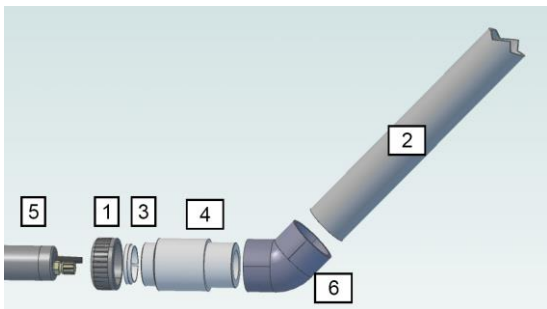
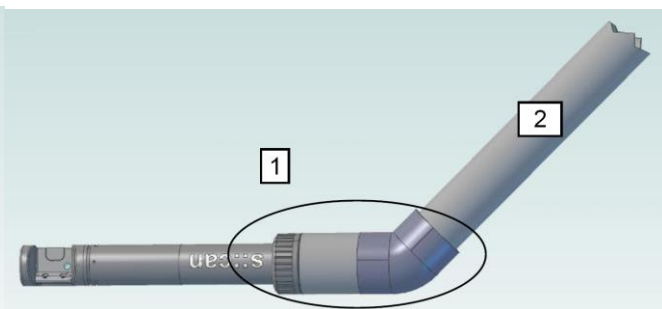

图 6-5 安装传感器载体
图 6-6 载体安装完成
1. 通常情况下，载体在运输的时候已经装配好，见图 6-6。如果载体没有装配，其相应的零部件应该包含图 6-5 中的 1.3.4.6. 部件 4 和 6 应该通过胶水粘合了。
4. 将 i::scan 插入探头载体内并拧紧螺母。最后完整的装配可以参考图 6-6